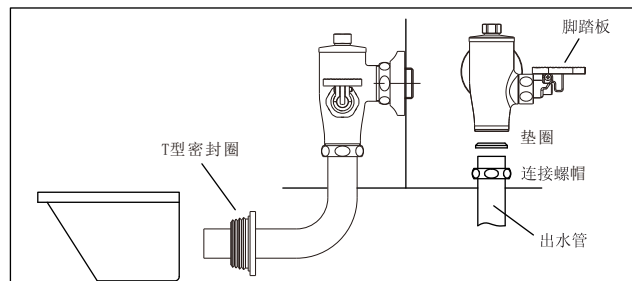

图2
- * 按图示将垫圈及连接螺帽套入出水管内(注意，垫圈斜口向上)插入阀体，旋紧连接螺帽。同时将出水管下端套上T型密封圈套，与蹲便器相连接。安装完毕后，接通水源，保证各衔接口无渗漏。(见图2)